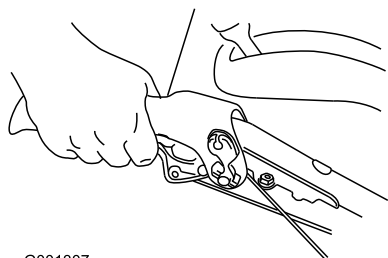

Figure 13
4. Pour avancer, engagez la transmission aux roues et serrez le levier de commande de déplacement gauche contre la poignée (Figure 13). Le fait de serrer momentanément puis de relâcher le levier de débrayage de la roue gauche ou droite permet d'ajuster la direction et de maintenir la machine en ligne droite, particulièrement sur de la neige épaisse.